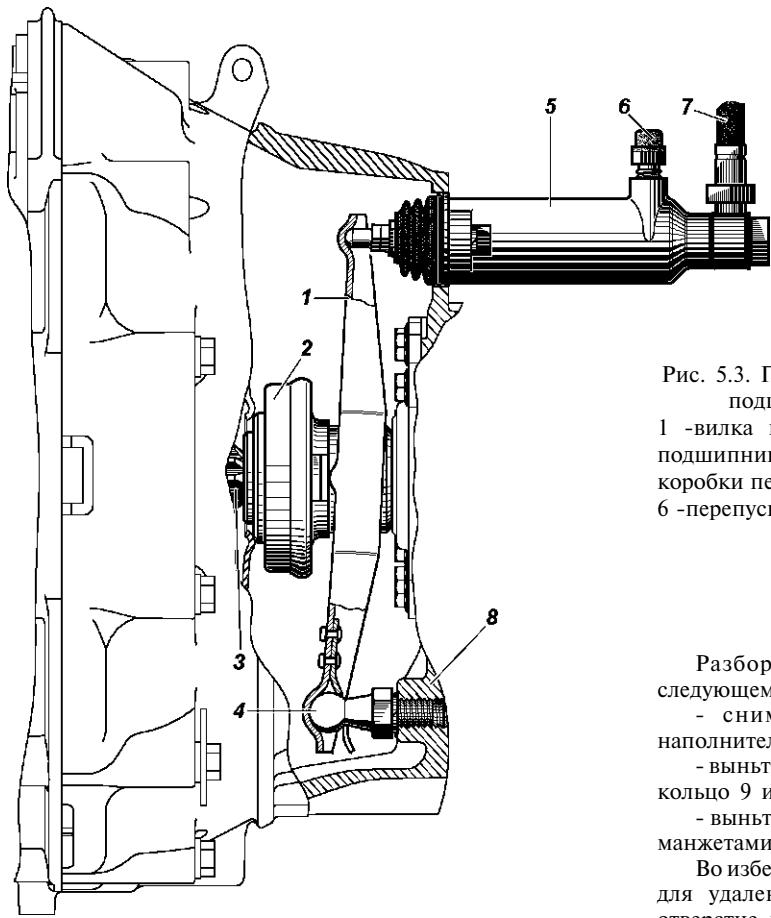

Рис. 5.3. Привод выключения сцепления (выжимной подшипник, вилка и рабочий цилиндр):
- Отверните болты крепления рабочего цилиндра 5 (см. рис. 5.3) сцепления к картеру коробки передач.